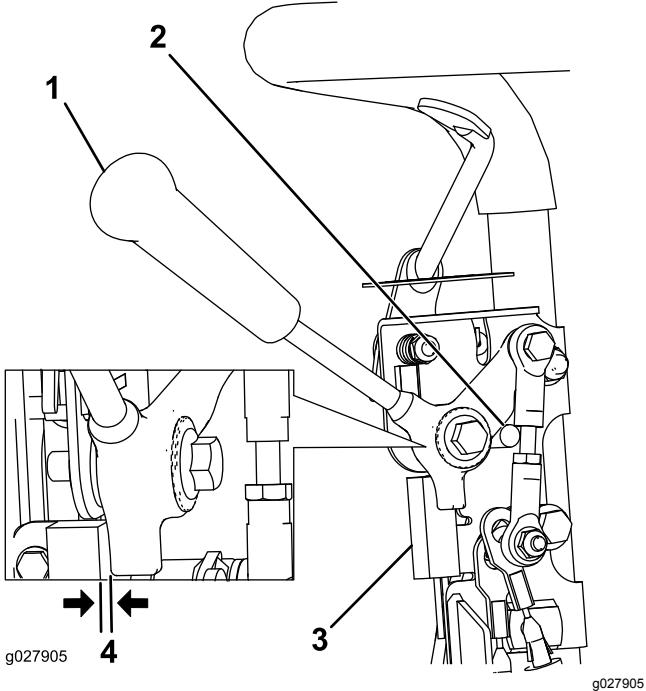

图31
- 确保发动机关闭、牵引杆处于“已分离”位置且机器停放在“空档停止”位置图31。
- 松开联锁开关紧固件(图31)。
- 在牵引杆与联锁开关之间放入 0.8mm 厚的塞尺图31。